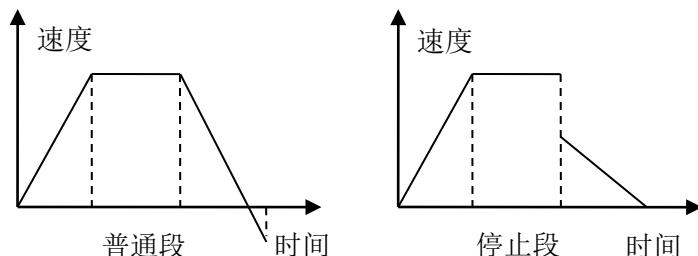

图 2-3 PT 模式停止段类型
- PT_SEGMENT_STOP表示停止段，该段的终点速度为0，起点速度根据段内位移和段内时间计算得到，和上一段的终点速度无关。如图2-3所示。